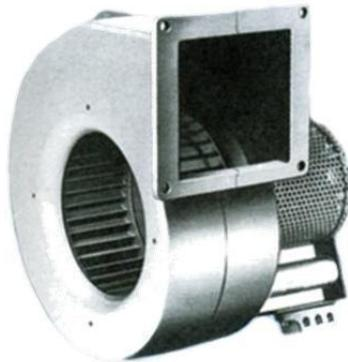

Figure 4 – Câble de distribution.
2. des matériaux conducteurs chargés de conduire et canaliser les courants électriques : Le cuivre est généralement utilisé pour réaliser les bobinages des machines électriques. Cependant, pour les lignes de transport de l'énergie électrique où l'on souhaite disposer de câble assez léger, on utilise l'aluminium (Figure 4)